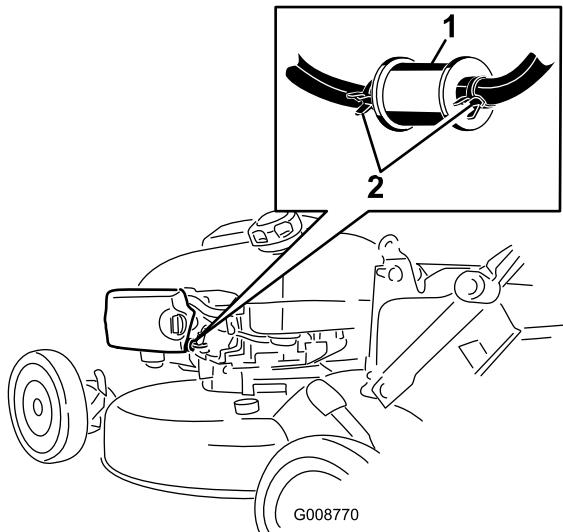

Figura 37
3. Apriete las abrazaderas y retire el filtro de combustible usado del tubo de combustible (Figura 37).
4. Instale un filtro de combustible nuevo y sujetelo con las abrazaderas (Figura 37).